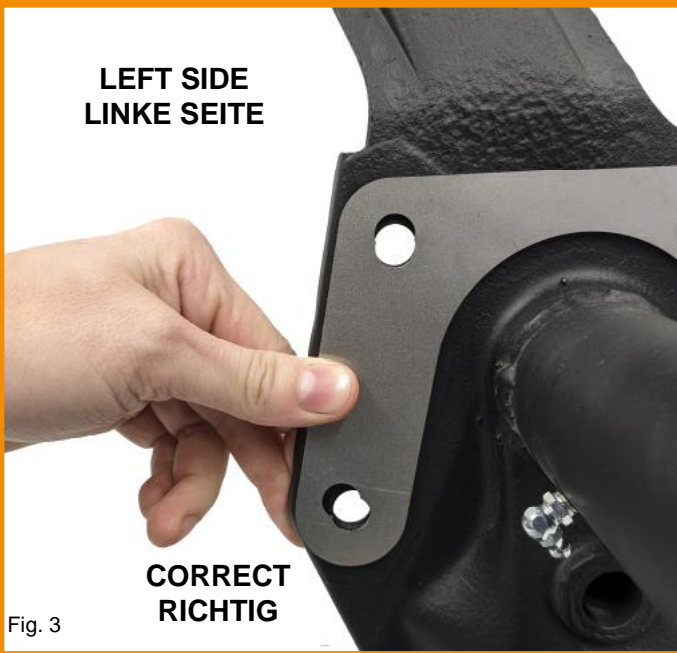

Fig. 3
See Fig. 3 & 4
- Drehen Sie die Schablone, so dass bei der oberen hinteren Bohrung der Bereich über dem Loch markiert werden kann. (Siehe Fig. 3 und 4)